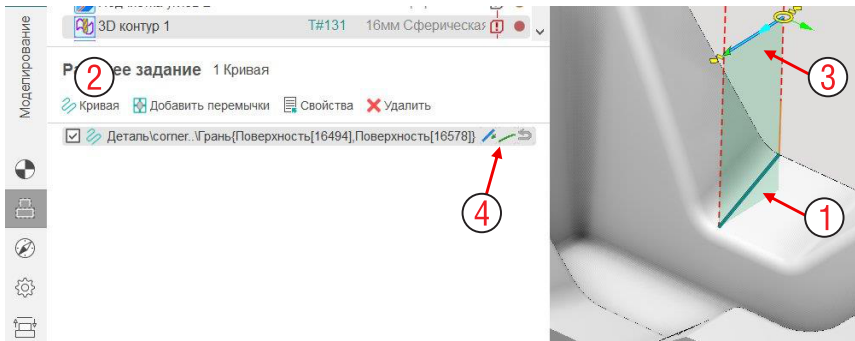

Рис. 7-7. Рабочее задание операции 3D контур.
В Рабочем задании выберите ребро как на рис. 7-7 (1) и нажмите на иконку Кривая (2).